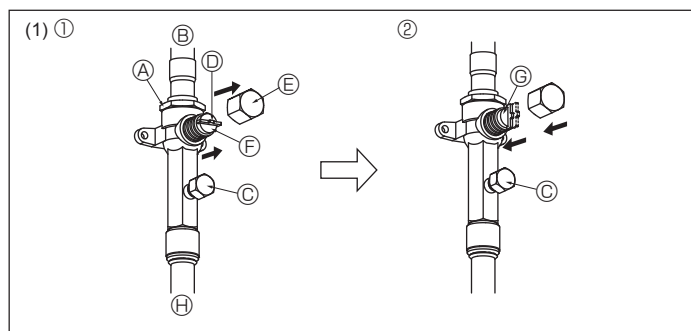
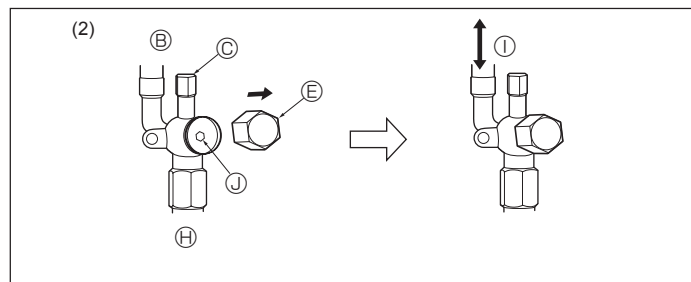

Fig. 4-10
Fig. 4-11
(1) Côté gaz (Fig. 4-10)
- ① Enlever le capuchon, ramener la poignée vers soi et la tourner d'un quart de tour en sens inverse des aiguilles d'une montre pour ouvrir la vanne.
- ② Vérifier que la vanne d'arrêt est complètement ouverte, appuyer sur la poignée et tourner le capuchon pour le ramener sur sa position d'origine.
(2) Côté liquide (Fig. 4-11)
- ① Retirez le bouchon, et tournez la tige de soupape à fond dans le sens antihoraire avec une clé hexagonale de 4 mm [3/16"]. Arrêtez de tourner quand elle frappe la retenue.
- ② Vérifier que la vanne d'arrêt est complètement ouverte et tourner le capuchon pour le ramener sur sa position d'origine.